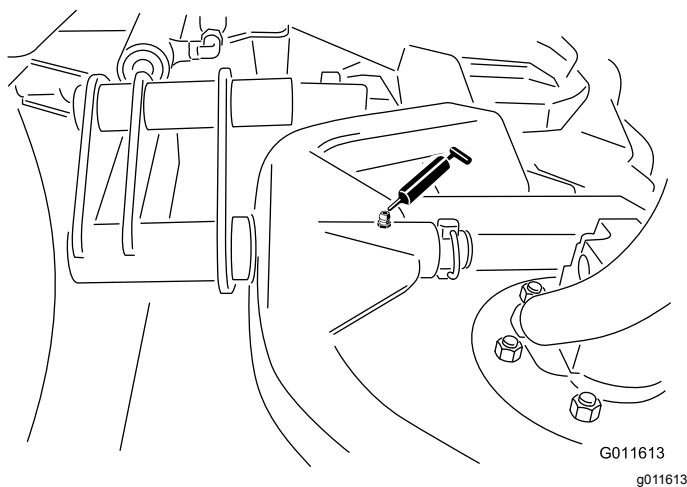

図 48
- カuttingユニットのキャリアフレームのピボット各1ヶ所ー 図 48